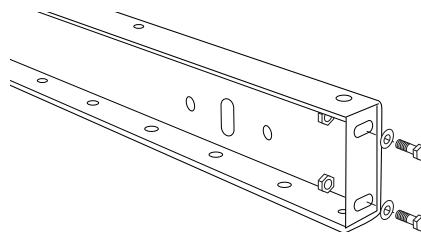

Figure 4
1. Le matériel d'installation est prévissé sur les extrémités du cadre de convoyeur. Retirez le matériel. (Voir Figure 4)